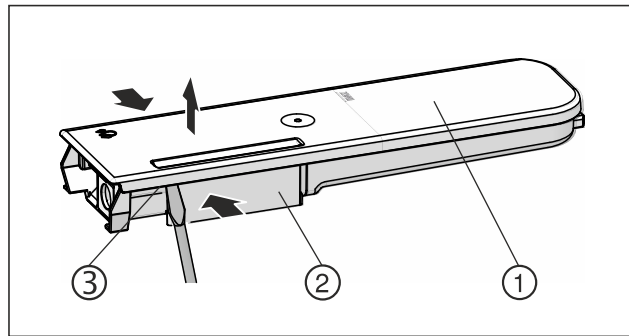

Fig. 151
- ▶ Сожмите бак для воды Fig. 151 (2) и осторожно возьмите крышку Fig. 151 (1) за фиксирующие выступы Fig. 151 (3) и потяните ее вверх.
- ▶ Крышку подвигайте крышку Fig. 151 (1) вперед и назад и снимите, приподняв вверх.